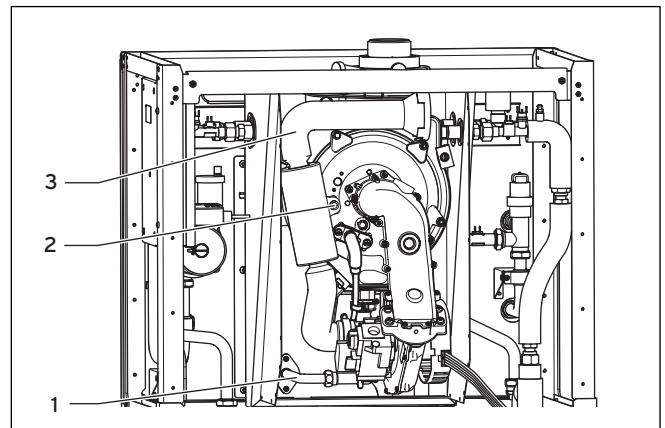

Abb. 11.7 Gaszuleitung anschließen
- Schließen Sie die Gaszuleitung (1) mit einer neuen Dichtung an der Gasarmatur an. Verwenden Sie dabei die Schlüsselfläche an der Gaszuleitung zum Gegenhalten.
- Prüfen Sie, ob der graue Dichtring im Luftansaugrohr (3) richtig im Dichtungssitz liegt, (→ **Abb. 11.7**).
- Stecken Sie das Luftansaugrohr auf den Ansaugstutzen und befestigen Sie das Rohr mit der Halteschraube (2), (→ **Abb. 11.7**).
- Prüfen Sie die Gasdichtheit an dem Gasanschluss (1) mit Lecksuchspray! (→ **Abb. 11.7**).